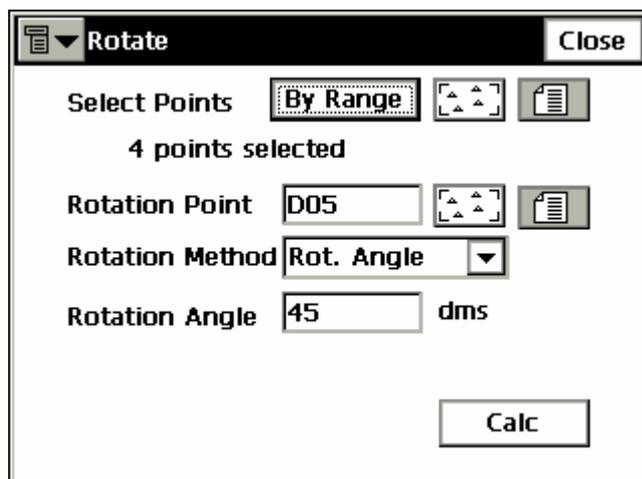

Рисунок 8-15. Поворот
1. Выберите точки, которые необходимо повернуть. В поле *Select points* (Выберите точки) нажмите кнопку **By Range** (По промежутку) и задайте промежуток имен точек, которые необходимо повернуть, или выберите точки, используемые при операции масштабирования, из списка или на карте (рис. 8-15).